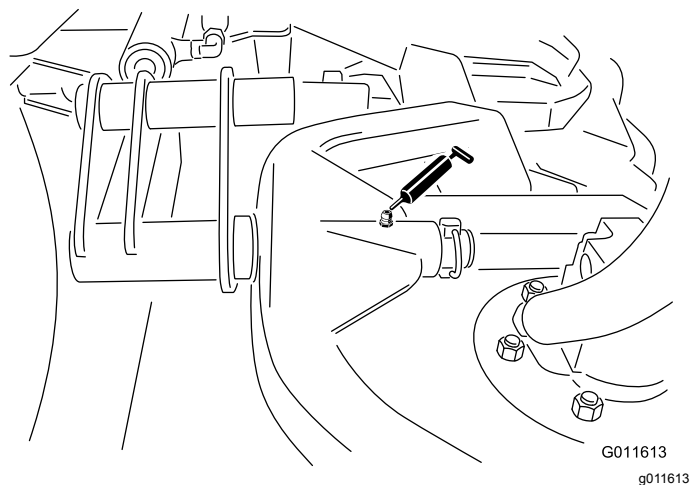

Figura 47
- Articulação da estrutura da unidade de corte (1 de cada) (Figura 47)